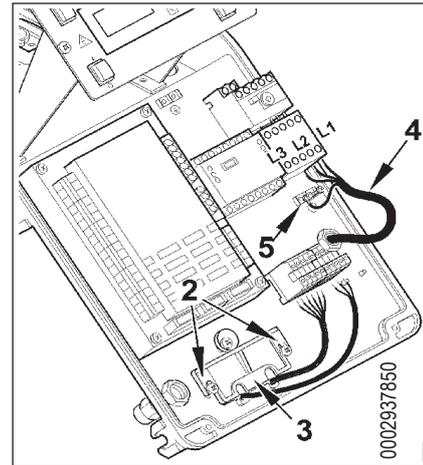

Рисунок 2
- Отвинтите винты (2) и, после снятия плиты для крепления кабелей (3), проденьте через отверстие провод питания вспомогательных контуров и кабель линии термостатов (рис. 2). Подсоедините токоподводящие провода (4) к дистанционному выключателю, закрепите заземляющий провод (5) и затяните соответствующий кабельный зажим.